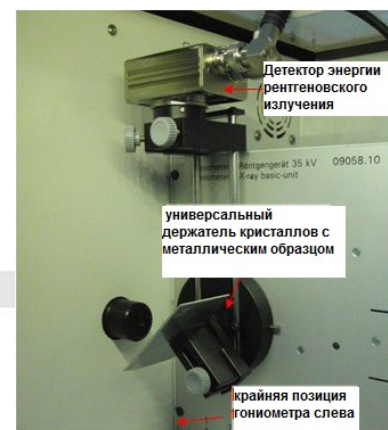

Рис. 3: Установка гониометра
- Переместите блок гониометра и детектор в соответствующие крайние положения слева. Приведите детектор в положение 90° в режиме сопряжения 1:2 (рис. 3).